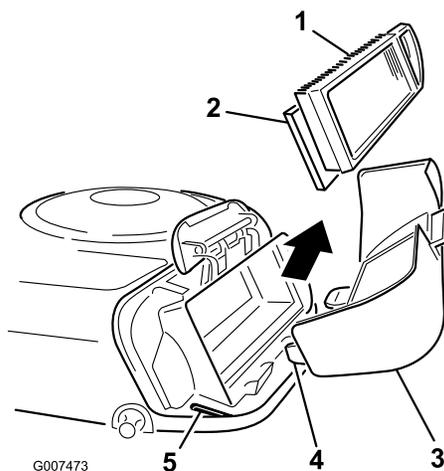

Bild 24
5. Schieben Sie den Papier- und den Schaumeinsatz vorsichtig vom Gebläsegehäuse herunter (Bild 24).
2. Fluchten Sie die Nasen des Luftfilterdeckels mit den Schlitten im Gebläsegehäuse aus (Bild 24).